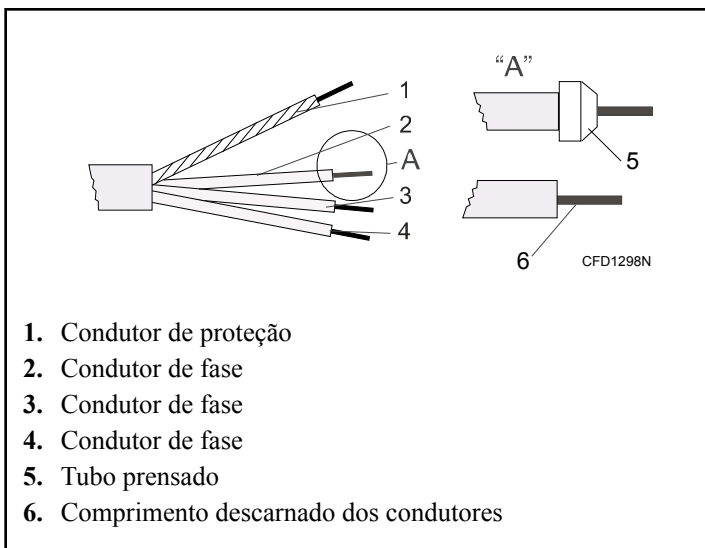

Figura 42
2. Descarne as extremidades dos condutores. Consulte *Figura 42*. O condutor de proteção deve ser mais longo, para que seja direcionado para a máquina sem tensão.